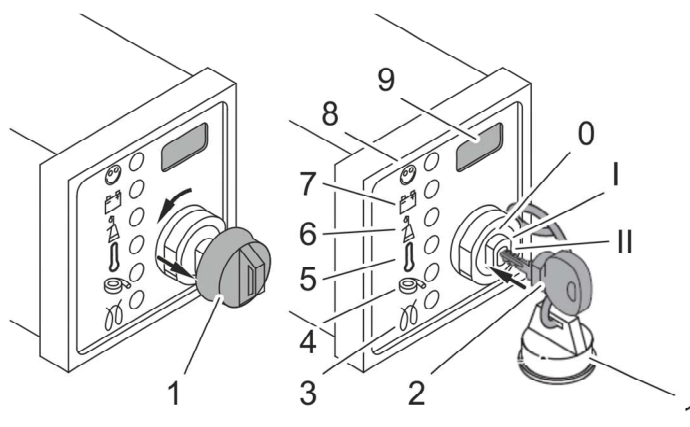

РИСУНОК 6.5 Стартер
(1) - захисний ковпачок; (2) - ключ запалювання; (3-8) інформаційно-попереджувальні вогні; (9) - лічильник робочого часу - опція
- Зняти захисний ковпачок (1) з ключового вимикача (РИСУНОК 6.5).
- Вставити ключ запалювання (2) у вимикач запалювання та повернути його в положення «I».
- Коли засвітиться індикатор попереднього підігріву двигуна (3), зачекати, поки він згасне, а потім повернути ключ у положення «II».
- ⇒ Ключ повертається в положення «I» і залишається в цьому положенні під час роботи. Індикатор зарядки (7) та індикатор тиску масла (6) згаснуть. Індикатор роботи (8) світиться і вказує на відсутність несправності двигуна. Наступний запуск можна зробити після скидання запалювання (ключ у положенні «0»).